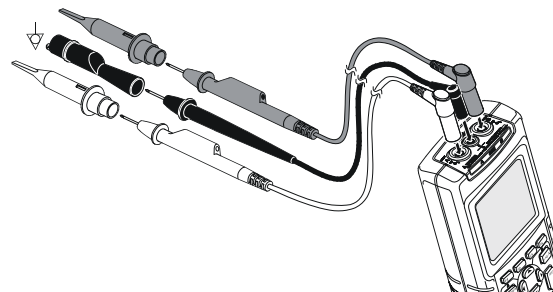

图 9-3. 用非铠装接地导线接地
- 在进行欧姆、连通性、二极管和电容测量时，请使用非铠装的黑色接地导线来连接 **COM**（公共）端口。（见图 9-3。）